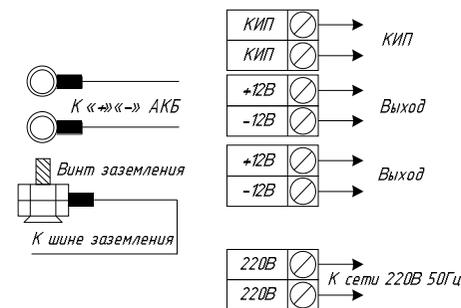

Рис.1 - Монтажная схема ИРПА
- установите аккумуляторы, выполните подключение нагрузки, шлейфа КИП, и аккумуляторов согласно монтажной схеме (рис.1) соблюдая полярность;